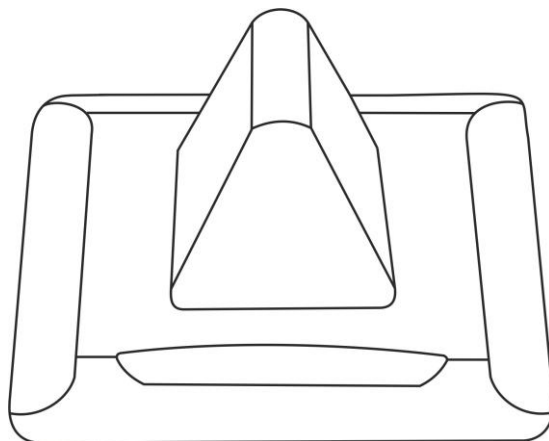

Рисунок 5.18. Сигнальная лампа GC-0611W4
2. Сигнальная лампа GC-0611W4 (рис.5.18). Сигнальная лампа имеет влагозащитность по группе IP54.